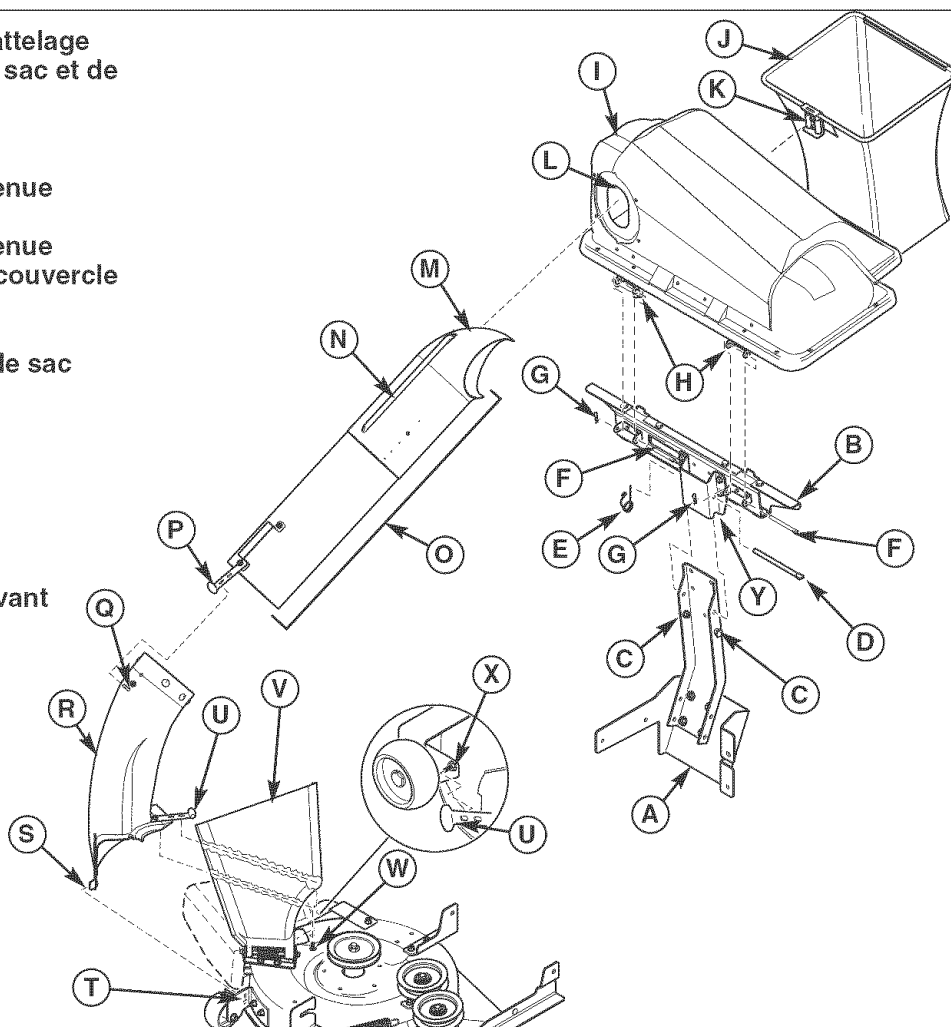

Figure 29. Installation normale et dépose
1. Attacher l'ensemble de support de sac et de couvercle (B) à l'ensemble de support d'attelage (A, Figure 29) en glissant la fixation de support (Y) en place jusqu'à obtention de plein contact avec les boulons à épaulement (C).
2. Insérer la goupille de fixation (D) dans la fixation de support (Y) et montant de l'ensemble d'attelage (A).
3. Fixer la goupille de fixation (D) à l'aide du ressort de bague de retenue (E).
4. Attacher l'ensemble de couvercle (I) à l'ensemble de support de sac (B) à l'aide des pivots de charnières du couvercle (H). Fixer l'ensemble de couvercle (I) au support de sac (B) à l'aide des pivots de charnière (F) et des ressorts de bague de retenue (G).
1. Décrocher la sangle en caoutchouc (P, Figure 29) de la goupille (Q), puis retirer l'ensemble de tube (O) de la goulotte inférieure (R) et du couvercle (I).
2. Relever le couvercle (I) et retirer les sacs (J) de l'ensemble de support de sac et de couvercle (B).
3. Retirer le couvercle (I) en déconnectant les ressorts de bague de retenue (G) puis retirer les deux axes de charnières (F).
4. Retirer l'ensemble de support de sac et de couvercle (B) de l'ensemble d'attelage (A) en retirant le ressort de bague de retenue (E) puis en retirant la goupille de fixation (D).
5. Déconnecter la sangle en caoutchouc de goulotte inférieure (U) du boulon de fixation de plaque de verrouillage arrière (X).
6. Relever le déflecteur d'éjection (V) ; retirer la goulotte d'éjection (R) du boulon de carrosserie (W), puis retirer la plaque de verrouillage avant (S) de la fixation de verrouillage avant (T).
**IMPORTANT** : S'assurer de faire revenir le déflecteur d'éjection (R) en position DOWN (vers le bas).